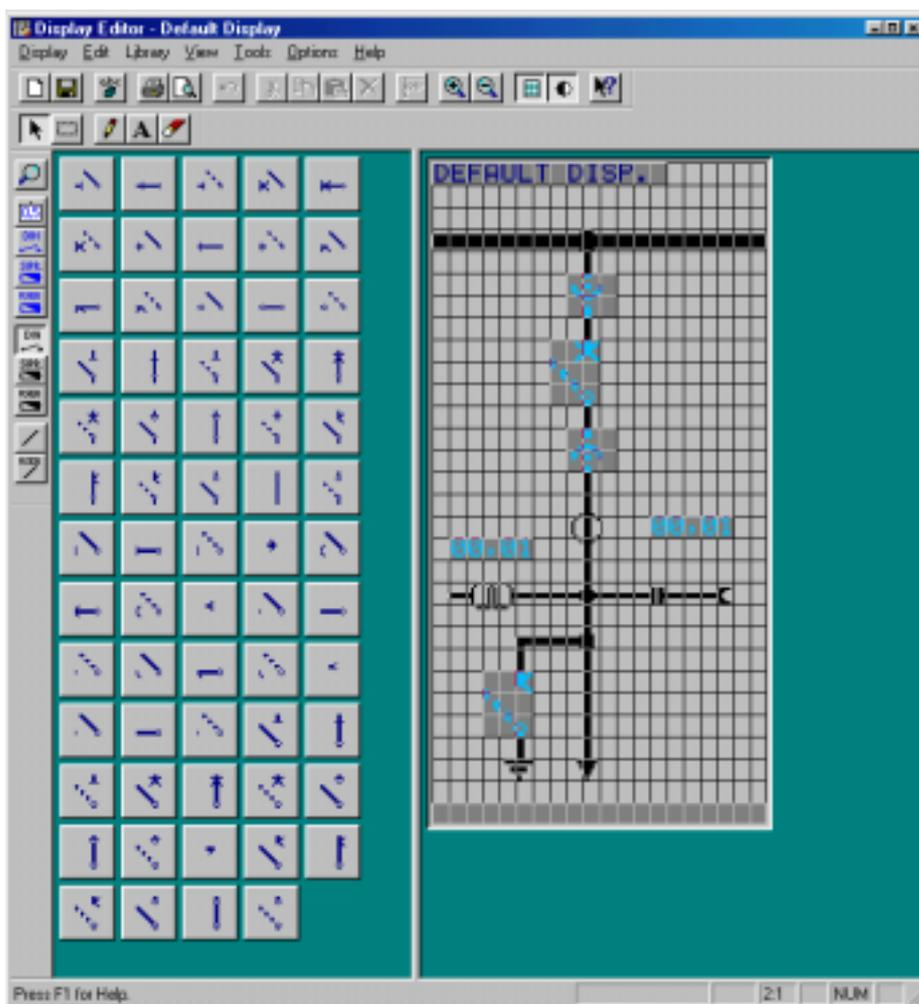

Рисунок 5-45 Стандартный дисплей по умолчанию после открытия редактора дисплея.
При поставке. Реле отображает базовую диаграмму (Смотрите Рисунок 5-45), которую можно изменить или заменить для вывода настоящих условий работы оборудования. Возможно также показывать информацию в дополнении к однолинейной схеме. Дисплей можно также использовать для показа измеряемых величин.
- В DIGSI® 4 выберите **Setting** (Уставки) и **Default display** (Дисплей по умолчанию). Запустится редактор дисплея и откроется диаграмма установленная по умолчанию (Смотрите Рисунок 5-45). Щелкните правой кнопкой мыши на заголовке и выберите **Open** (Открыть) из появившегося контекстного меню. Тут можно ввести необходимый текст названия присоединения.